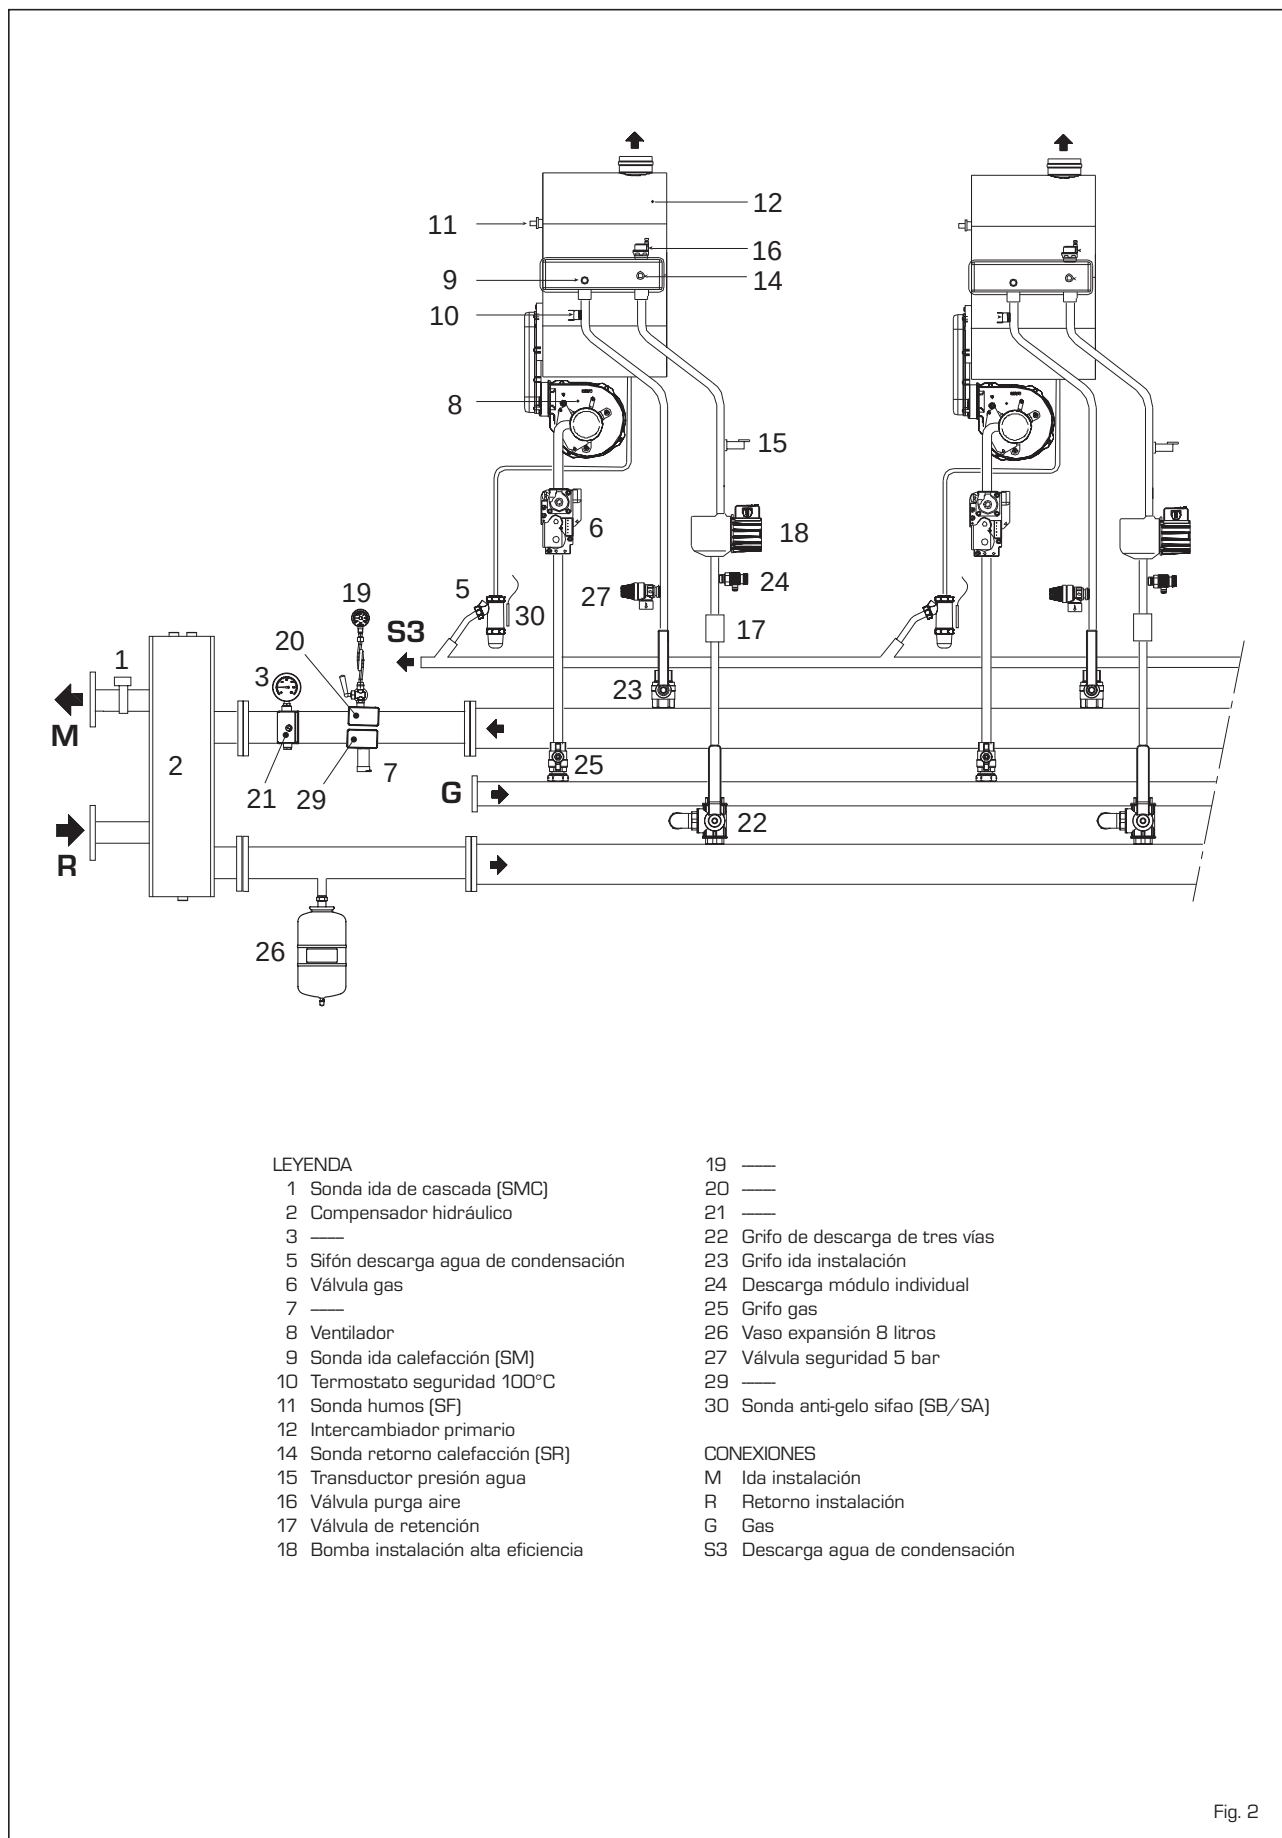

Fig. 2
1.4 ESQUEMA FUNCIONAL (fig. 2)